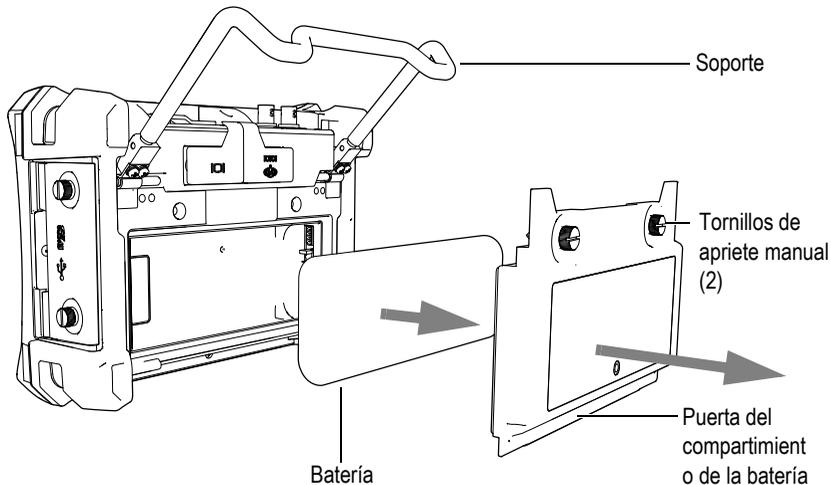

Figura 1-7 Reemplazo de la batería de iones de litio
2. En la parte posterior del equipo, desatornille los dos tornillos de apriete manual que aseguran la tapa del compartimento de la batería (véase la Figura 1-7 en la página 29).
3. Retire la tapa del compartimento de la batería (véase la Figura 1-7 en la página 29).
6. Coloque la tapa del compartimento en su sitio y asegúrela con los dos tornillos de apriete manual para completar la instalación (véase la Figura 1-7 en la página 29).